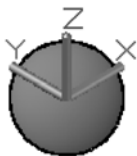

图 9-91 文件中存在的球体
1) 打开随书光盘“CH9”文件夹中的“BD_三维矩形阵列.DWG”文件，文件中存在着一个球体实体，如图 9-91 所示。